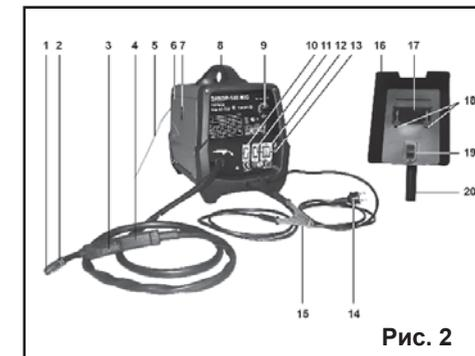

Рис. 2
### 7. УСТРОЙСТВО Рис. 2,3
8.1.3. Как показано на Рис.2, соберите защитный щиток (16). Рукоятка (20) и светофильтр (17) закрепляются на защитном щитке (16) при помощи зажимов - без применения вспомогательного инструмента.
Регулировка сварочного тока производится переключателями (10 и 11), Рис.2.
Регулировка скорости подачи сварочной проволоки производится ручкой регулятора (9), Рис.2.